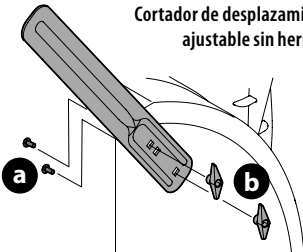

Figura 38
1. Retire los dos pernos de carro (a) y las tuercas de mariposa (b) que sujetan cada cortador de desplazamiento de nieve y retírelos de los lados de la caja de la barrena (Figura 38).
2. Gire los cortadores de desplazamiento de nieve y posícionélos según se muestra en la Figura 38 hacia el exterior de la caja de la barrena.